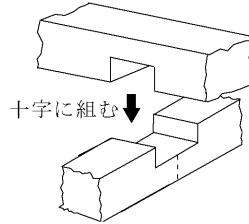

図15 十字に組む
- (3) 2本の木棒の中心の切れ込みどうしをかみ合わせ十字の形に組む（図15）。